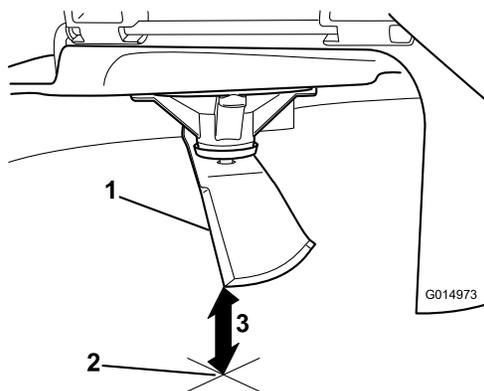

Figure 49
- Mesurez la distance entre la pointe de la lame avant et la pointe de la lame arrière par rapport à la surface plane (Figure 49). Si la pointe avant de la lame n'est pas de 1,6 à 7,9 mm (1/16 à 5/16 po) plus basse que la pointe arrière, réglez le contre-écrou avant.